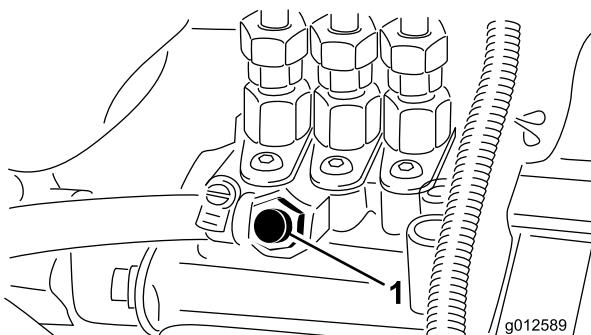

Figura 31
- Desaperte o parafuso de purga que se encontra na bomba de injeção de combustível (Figura 31).